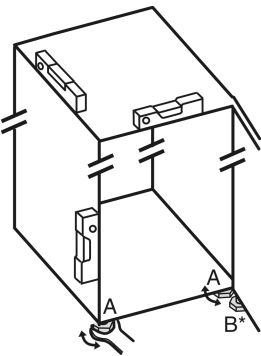

Fig. 34
- ▶ 将垫脚 Fig. 34 (B)继续旋转 90°。
- ▶ 用随附的开口扳手将垫脚 Fig. 34 (A)借助水平仪旋出，直至稳固、平坦对齐冰箱。
- ▶ 使用随附的开口扳手旋出托架上的垫脚 Fig. 34 (B)，直至垫脚平置于地板。